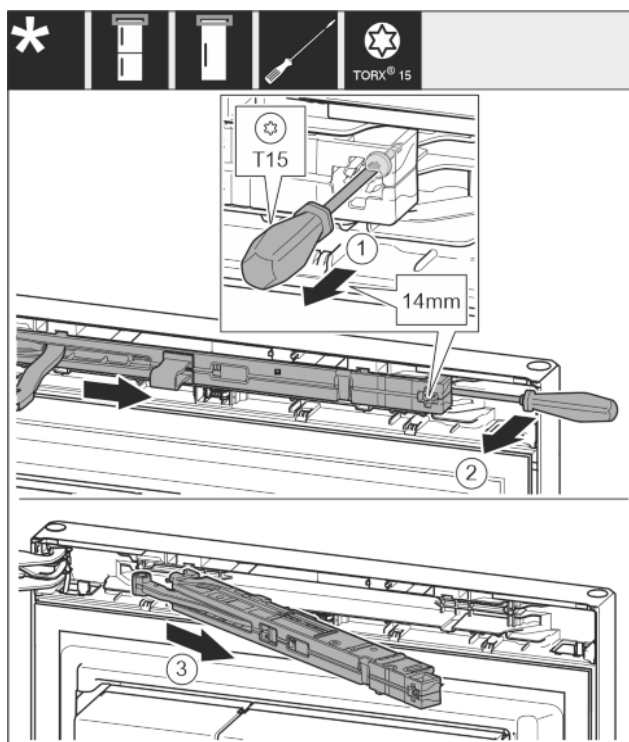

Fig. 9
- Schraube an Schließdämpfereinheit mit Schraubendreher T15 ca. 14 mm lösen. Fig. 9 (1)
- Mit einem Schraubendreher griffseitig hinter die Schließdämpfereinheit fahren und nach vorne drehen. Fig. 9 (2)
- Schließdämpfereinheit herausziehen. Fig. 9 (3)